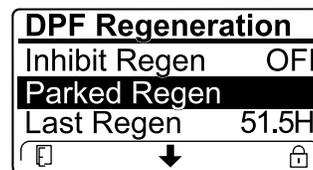

Figura 58
- Si el ordenador del motor solicita una regeneración de recuperación o si está procesando una regeneración de recuperación y se desplaza hasta la opción PARKED REGEN (Regeneración con la máquina aparcada), la regeneración con la máquina aparcada se bloquea y aparece el icono del candado (Figura 58) en la esquina inferior derecha del InfoCenter.